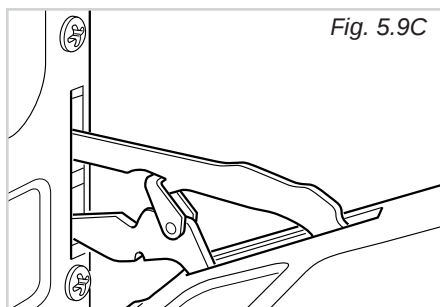

Fig. 5.9C
- Socchiudendo dolcemente la porta sganciare ed estrarre la baionetta inferiore delle cerniere dal loro alloggiamento (fig. 5.9C).